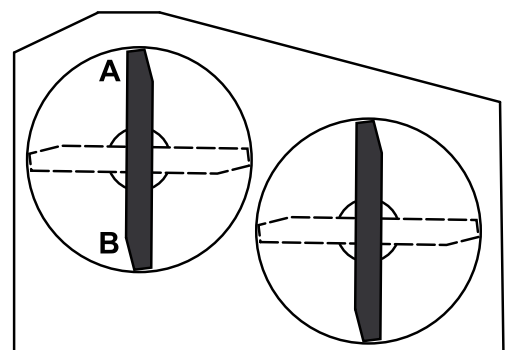

**Figura 55**
- Mida la altura del bastidor de tiro en la posición **A** (Figura 55).
- Mida la altura del bastidor de tiro en la posición **B** (Figura 55).